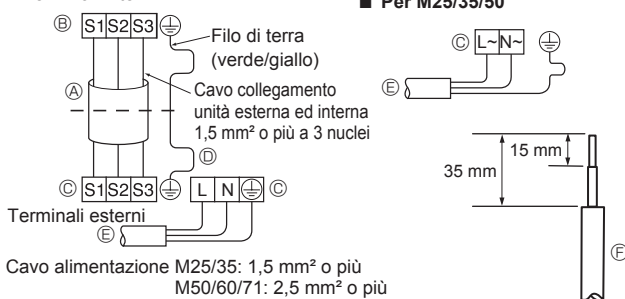
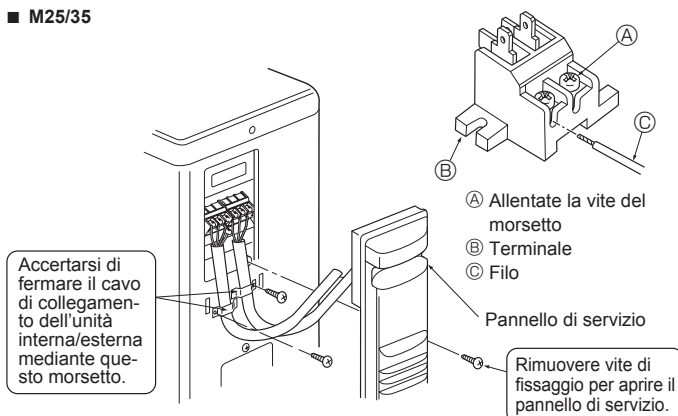
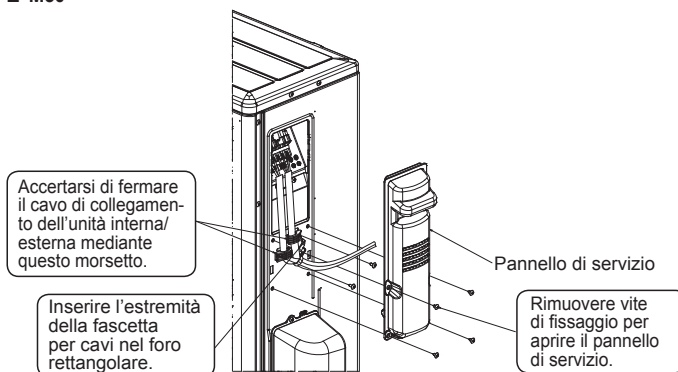

Fig. 6-2
Fig. 6-3
Fig. 6-4
### 6.1. Unità esterna (Fig. 6-1, Fig. 6-2, Fig. 6-3, Fig. 6-4)
- ① Rimuovere il pannello di servizio.
- ② Collegare i cavi facendo riferimento alla Fig. 6-1, Fig. 6-2, Fig. 6-3 e Fig. 6-4.
- Eseguire i collegamenti elettrici seguendo lo schema ripreso qui sotto a sinistra (Procurarsi il cavo localmente). (Fig. 6-2)